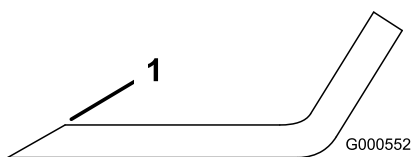
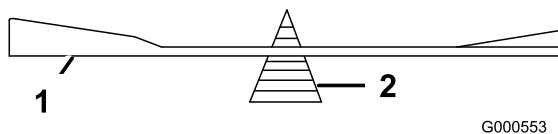

Figura 39
Figura 40
- Utilice una lima para afilar el filo de corte en ambos extremos de la cuchilla (Figura 39). Mantenga el ángulo original. La cuchilla permanece equilibrada si se retira la misma cantidad de material de ambos bordes de corte.
- Verifique el equilibrio de la cuchilla colocándola sobre un equilibrador de cuchillas (Figura 40). Si la cuchilla se mantiene horizontal, está equilibrada y puede utilizarse. Si la cuchilla no está equilibrada, rebaje algo del metal en la parte de la vela solamente (Figura 39). Repita este procedimiento hasta que la cuchilla esté equilibrada.